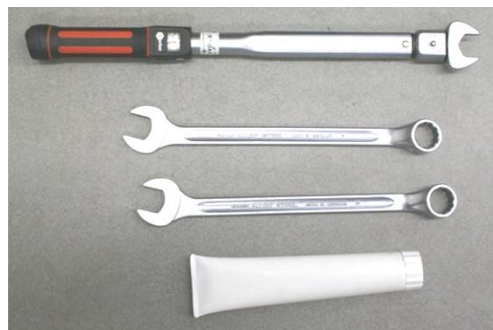

Figura 1
- Preparare gli utensili e gli accessori necessari (si veda figura 1).